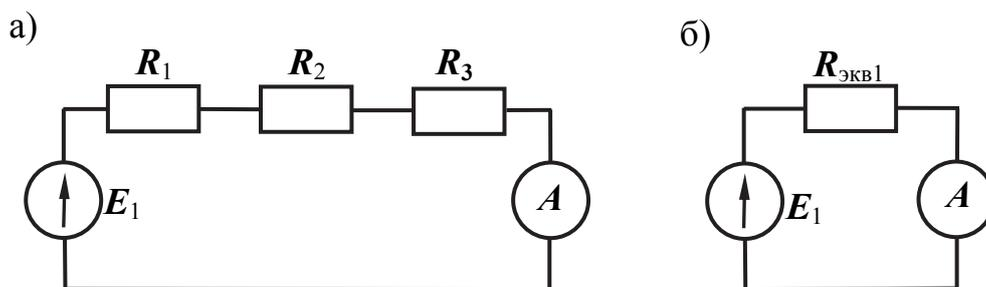

Рис. 9.2
1. Собрать схему электрической цепи (рис. 9.2, а), выбрав сопротивления и ЭДС по указанию преподавателя.  $E_1$  – нерегулируемый источник постоянного напряжения (ИН);  $R_1$ ,  $R_2$ ,  $R_3$  – постоянные резисторы. В качестве последних можно взять резисторы с сопротивлением от 100 до 470 Ом.
3. Вычислить эквивалентное сопротивление  $R_{\text{Экв1}}$  и, используя переменное сопротивление 1 кОм и омметр, выставить это значение сопротивления. Собрать цепь (рис. 9.2, б) и измерить ток в этой цепи. Убедиться в том, что его значение совпадает с током, измеренным в п. 2.